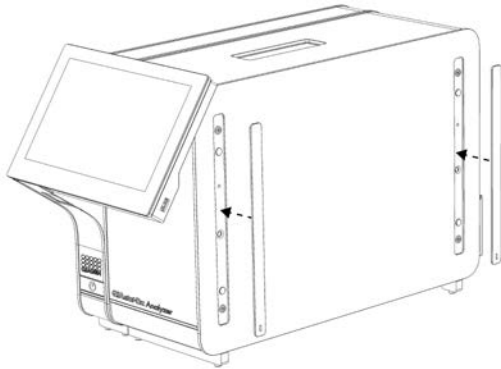

Figura 7. Ricollegamento dei coperchi di protezione.
4. Riattaccare i coperchi di protezione sul lato del modulo analitico (Figura 7).